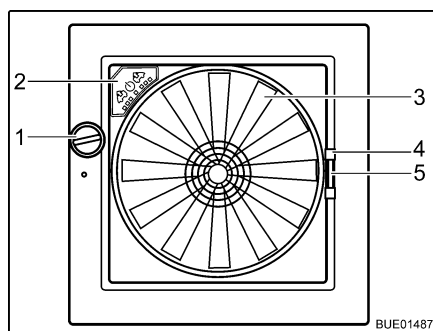

Fig. 49 Lanterneau Omni-Vent
Ouvrir : ■ Tourner le bouton rotatif (Fig. 49,1) jusqu'à ce que l'angle d'ouverture désiré soit atteint.
Fermer : ■ Tourner le bouton rotatif (Fig. 49,1) jusqu'à ce que le lanterneau soit entièrement fermé.
Fermer : ■ Tirer la moustiquaire par la poignée (Fig. 49,4) vers le côté de cadre opposé.
Fermer : ■ Presser la poignée (Fig. 49,5) du dispositif occultant.
- Ventilateur** Quand le lanterneau est ouvert, l'espace intérieur peut être ventilé et aéré avec un ventilateur à 6 niveaux de puissance (Fig. 49,3). La commande du ventilateur s'effectue sur son panneau de commande (Fig. 49,2).